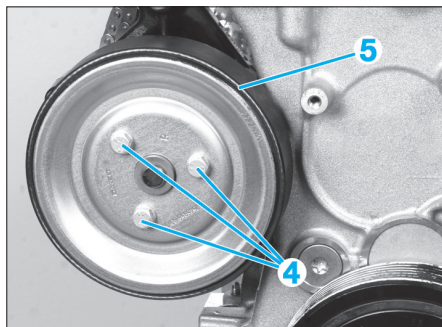

Fig. 19
- la roue de friction (3).
- Déposer les vis (4) et la poulie (5) (Fig.19).